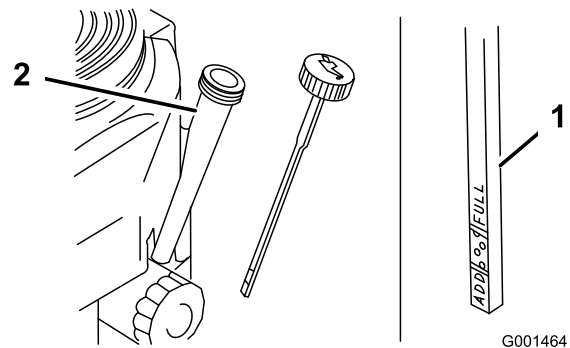

Figura 26
4. Limpie alrededor de la varilla de aceite (Figura 26) para impedir que caiga suciedad por el orificio de llenado y cause daños en el motor.
5. Desenrosque la varilla de aceite y limpie el extremo (Figura 26).
6. Deslice la varilla a fondo en el tubo de llenado, pero no la enrosque en el tubo (Figura 26).
8. Vierta lentamente un 80% aproximadamente de la cantidad especificada de aceite por el tubo de llenado (Figura 26).